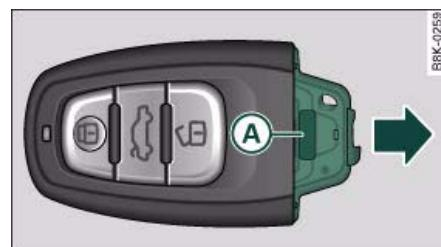

Fig. 18 Llave de control remoto:
- Oprima la tecla de desbloqueo **(A)** ⇒ fig. 18 en el soporte de la pila y saque al mismo tiempo el soporte - en la dirección de la flecha - de la llave de control remoto.